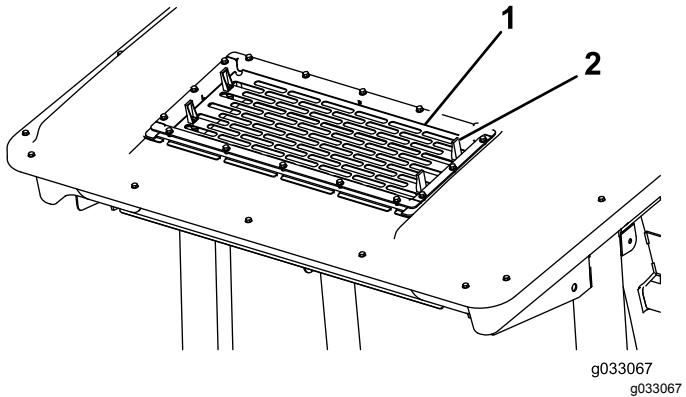

Figura 53
2. Eleve as quatro patilhas do filtro do ar condicionado (Figura 53) e retire a parte superior da cabina.